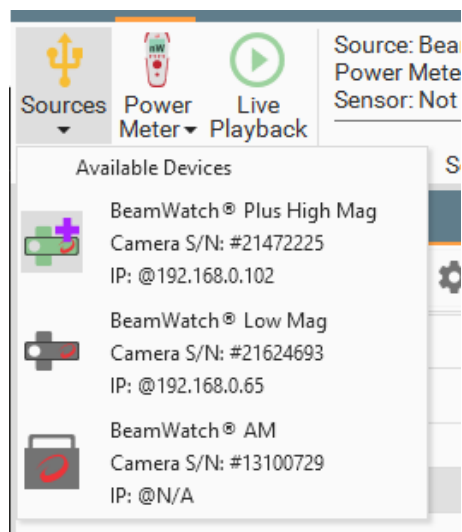

Abbildung 2: Auswahl der Quellen „Sources Selection Dropdown“
2. Wählen Sie das gewünschte Gerät aus dem Dropdown-Menü **Sources** (Abbildung 2).